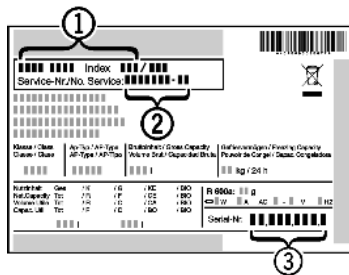

Fig. 7
- ▶ Identificați denumirea aparatului Fig. 7 (1), numărul de service Fig. 7 (2) și numărul de serie Fig. 7 (3) pe marca de fabricație. Marca de fabricație se află pe partea stângă în interiorul aparatului.
- ▶ Informați serviciul de asistență a clienților și comunicați tipul defecțiunii, denumirea aparatului Fig. 7 (1), numărul de service Fig. 7 (2) și numărul de serie Fig. 7 (3).